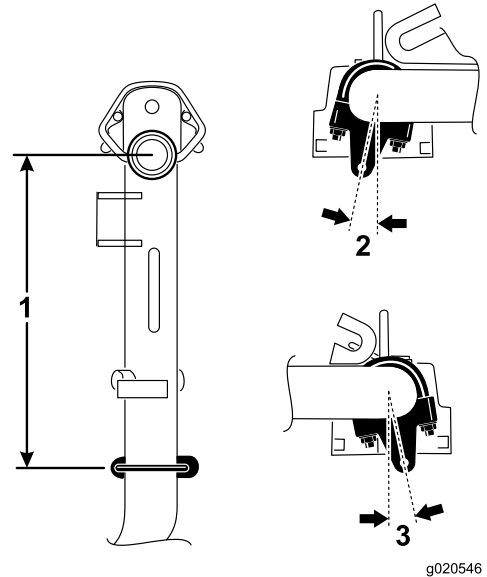

Figure 5
3. Sur le bras de levage n° 4, tournez les supports vers la gauche de 10 degrés par rapport à la verticale (Figure 5).
1. Sur les bras de levage n° 1, 4 et 5, positionnez les supports de chaînes et les étriers filetés à 38 cm derrière l'axe du pivot (Figure 5).
2. Sur les bras de levage n° 1 et 5, tournez les supports vers la droite de 10 degrés par rapport à la verticale (Figure 5).